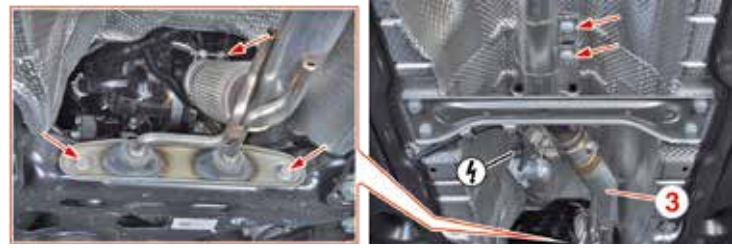

Fig.33
- Separare la linea di scarico sotto il veicolo (Fig.33).